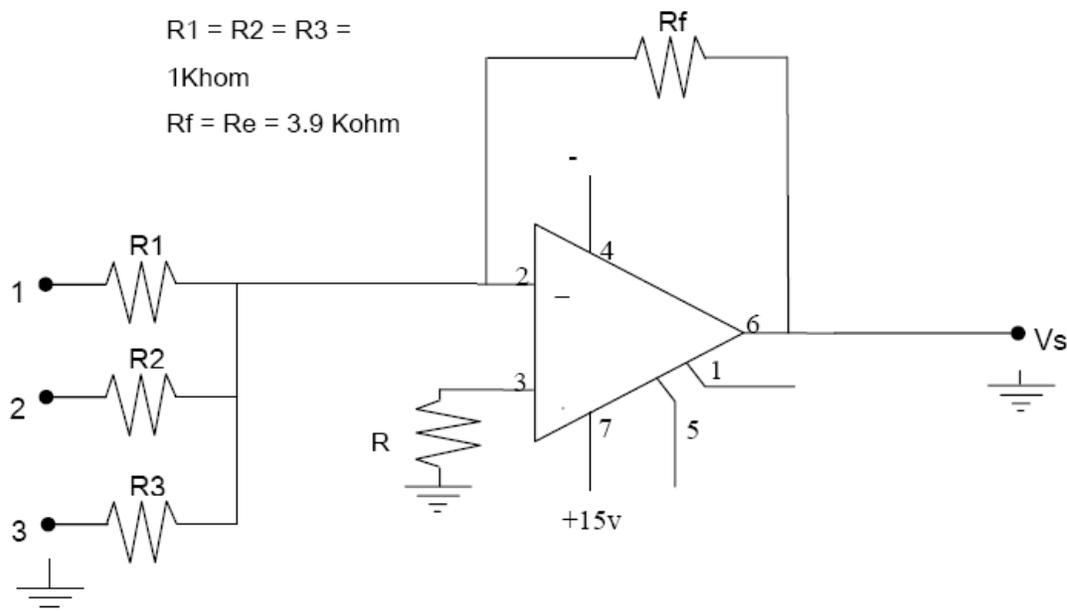

Figura 1
- 1 Armar el circuito de la figura 1